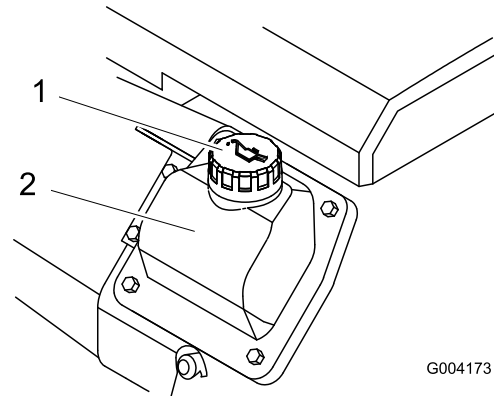

Figure 36
8. Si le niveau d'huile est trop bas, nettoyez la surface autour du bouchon de remplissage et enlevez le bouchon (Figure 36).
6. Enlevez le bouchon de remplissage (Figure 36) et versez lentement environ 80 % de la quantité d'huile spécifiée dans le couvre-culasse.
8. Faites l'appoint d'huile avec précaution pour faire monter le niveau jusqu'au repère du plein (F) sur la jauge.
9. Enlevez le bouchon de remplissage (Figure 36) et versez lentement environ 80 % de la quantité d'huile spécifiée dans le couvre-culasse.
11. Faites l'appoint d'huile avec précaution pour faire monter le niveau jusqu'au repère du plein (F) sur la jauge.